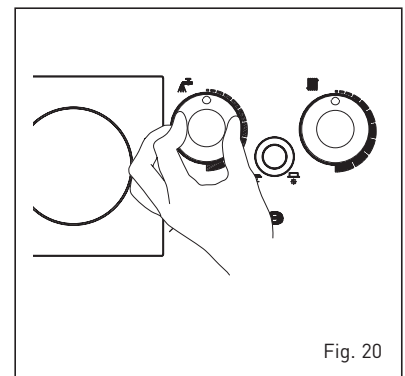

Fig. 20
- A regulação da temp. da agua sanitária se obtem agindo na manivela do termostato (fig. 20).